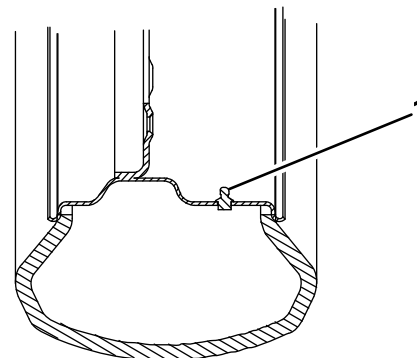

図 3
**注** 空気バルブの先端がリムから出ていない場合には、湾曲型の延長部（図 3）を取り付けてその先に直線型の延長部を取り付けてください。